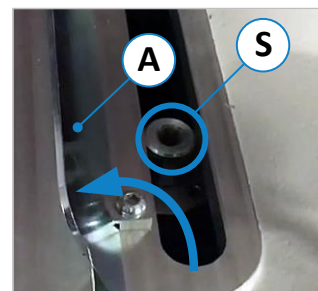

Abbildung 39: Klemmschrauben
- Die beiden Abdeckungen (A) links und rechts vom Anschlag (siehe ⇒ Abbildung 39) nach oben klappen.
- Dann die beiden in ⇒ Abbildung 39 gezeigten Klemmschrauben (S) entfernen (komplett herausdrehen).
- die beiden Fixierschrauben (⇒ Abbildung 39) herausgedreht werden (Typ 320).